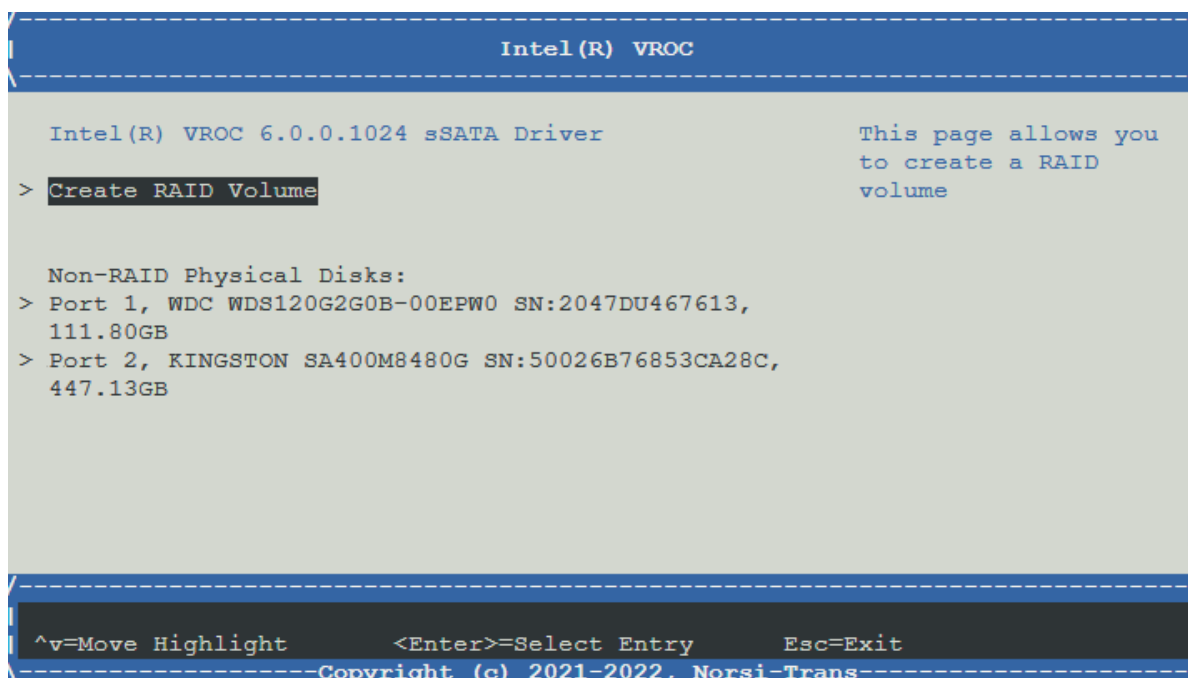

Рис. 69. Меню Intel (R) VROC
- 4) Во вкладке «Intel(R) VROC» перейдите во вкладку «Create RAID Volume». Окно показано на рис. 69 Меню Intel \(R\) VROC.